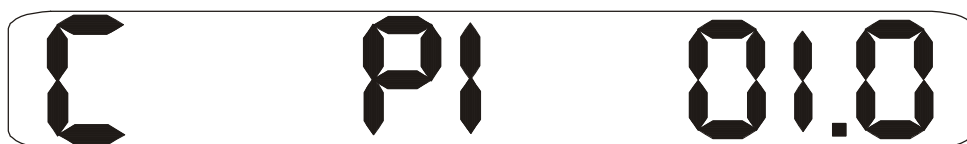

Рис. 14. Значение давления P1, при котором происходит измерение величины влажности.
6.3.4. Режим пересчета давления. Для входа в этот режим надо нажать кнопку “Режим” два раза. На индикаторе появится следующее изображение (Рис.14). Это означает, что давление P1, при котором происходит измерение, равно 1 атм.